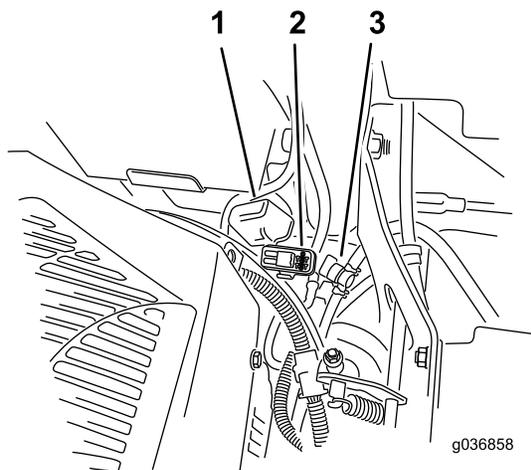

Рисунок 54
Предохранители расположены на правой консоли рядом с сиденьем (Рисунок 54).
2. Установите новый предохранитель (Рисунок 54).